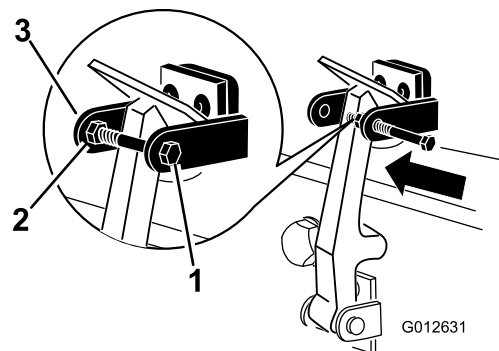

図 6
7. フードロックブラケットのもう一つのアームにボルトを差し込んでラッチをロックする 図 6。ボルトをしっかり締め付けるが、ナットは締め付けない。